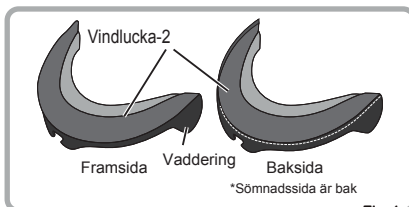

Fig.1
- ① Se fig. 1 och kontrollera framsidan och baksidan på vindlucka-2.